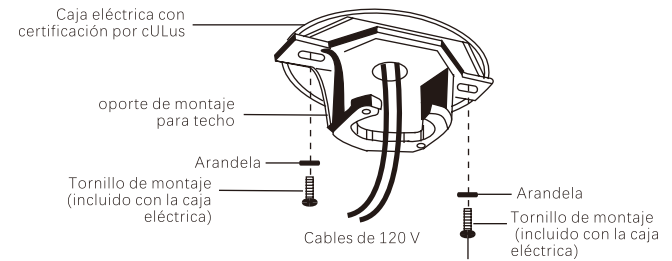

Imagen 6
Paso 3. Pase los cables de alimentación de 120 voltios desde la caja de salida del techo a través del centro del soporte de montaje techo. (Imagen 6)
Paso 4. Acople el soporte de montaje de techo a la caja de salida con los tornillos y arandelas incluidas en la caja de salida. (Imagen 6)